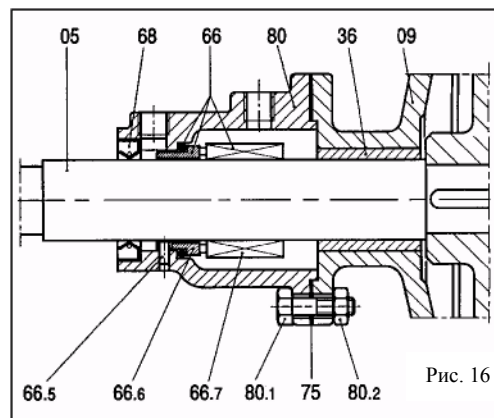

Рис. 16
11.9 Демонтаж одинарного механического уплотнения ST4, ST5, ST6 (см. рис. 16)
- Отвинтите болты (80.1) и осторожно снимите корпус уплотнения (80) с неподвижным уплотнительным кольцом (66.6), стараясь не повредить манжетное уплотнительное кольцо (68).